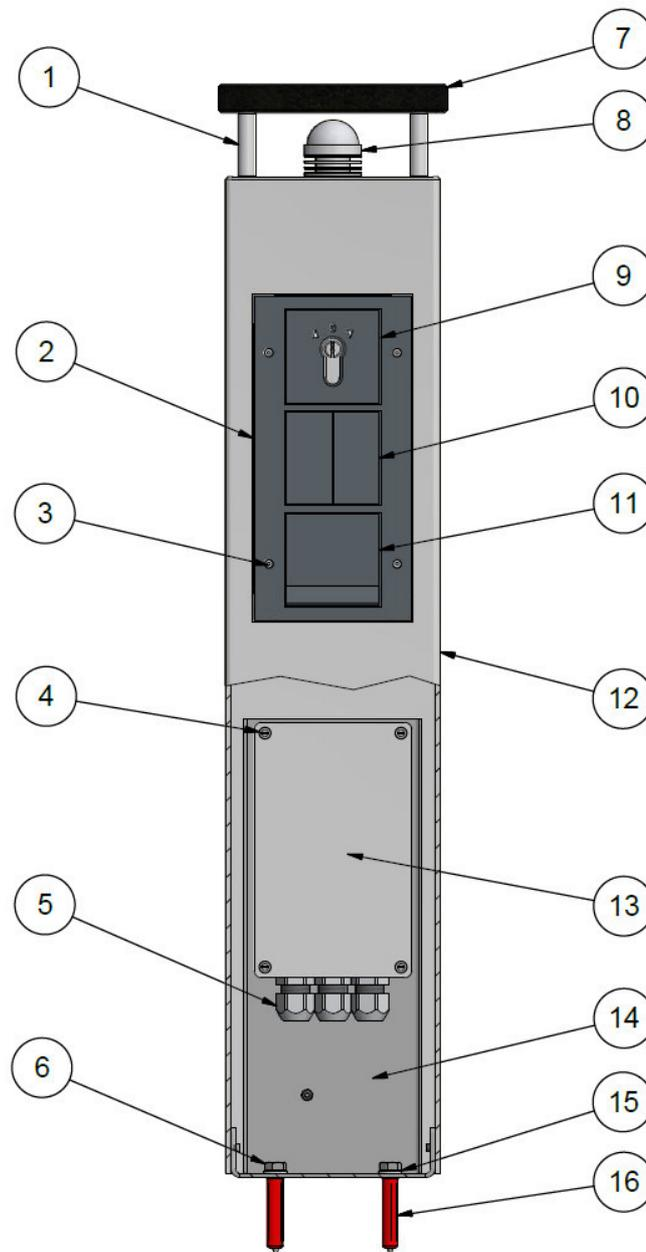

Abbildung 1: Zusammenstellung
- c) Fädeln Sie die Anschlusskabel für die E-Box 13, den Schlüsselschalter 9, den Wippschalter 10 und die Steckdose 11 durch den Durchlass 25 des Standfußes 14 (siehe *Abbildung 1*).